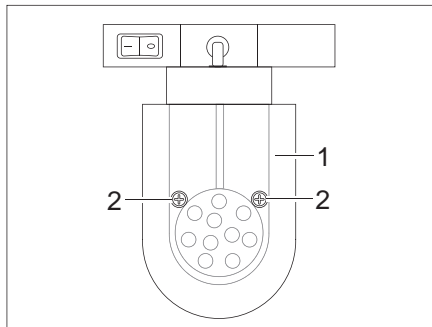

Fig. 281 Spot DEL (coulissant)
- Desserrer les vis de fixation (Fig. 281,2).
- Retirer prudemment le verre de lampe (Fig. 281,1).